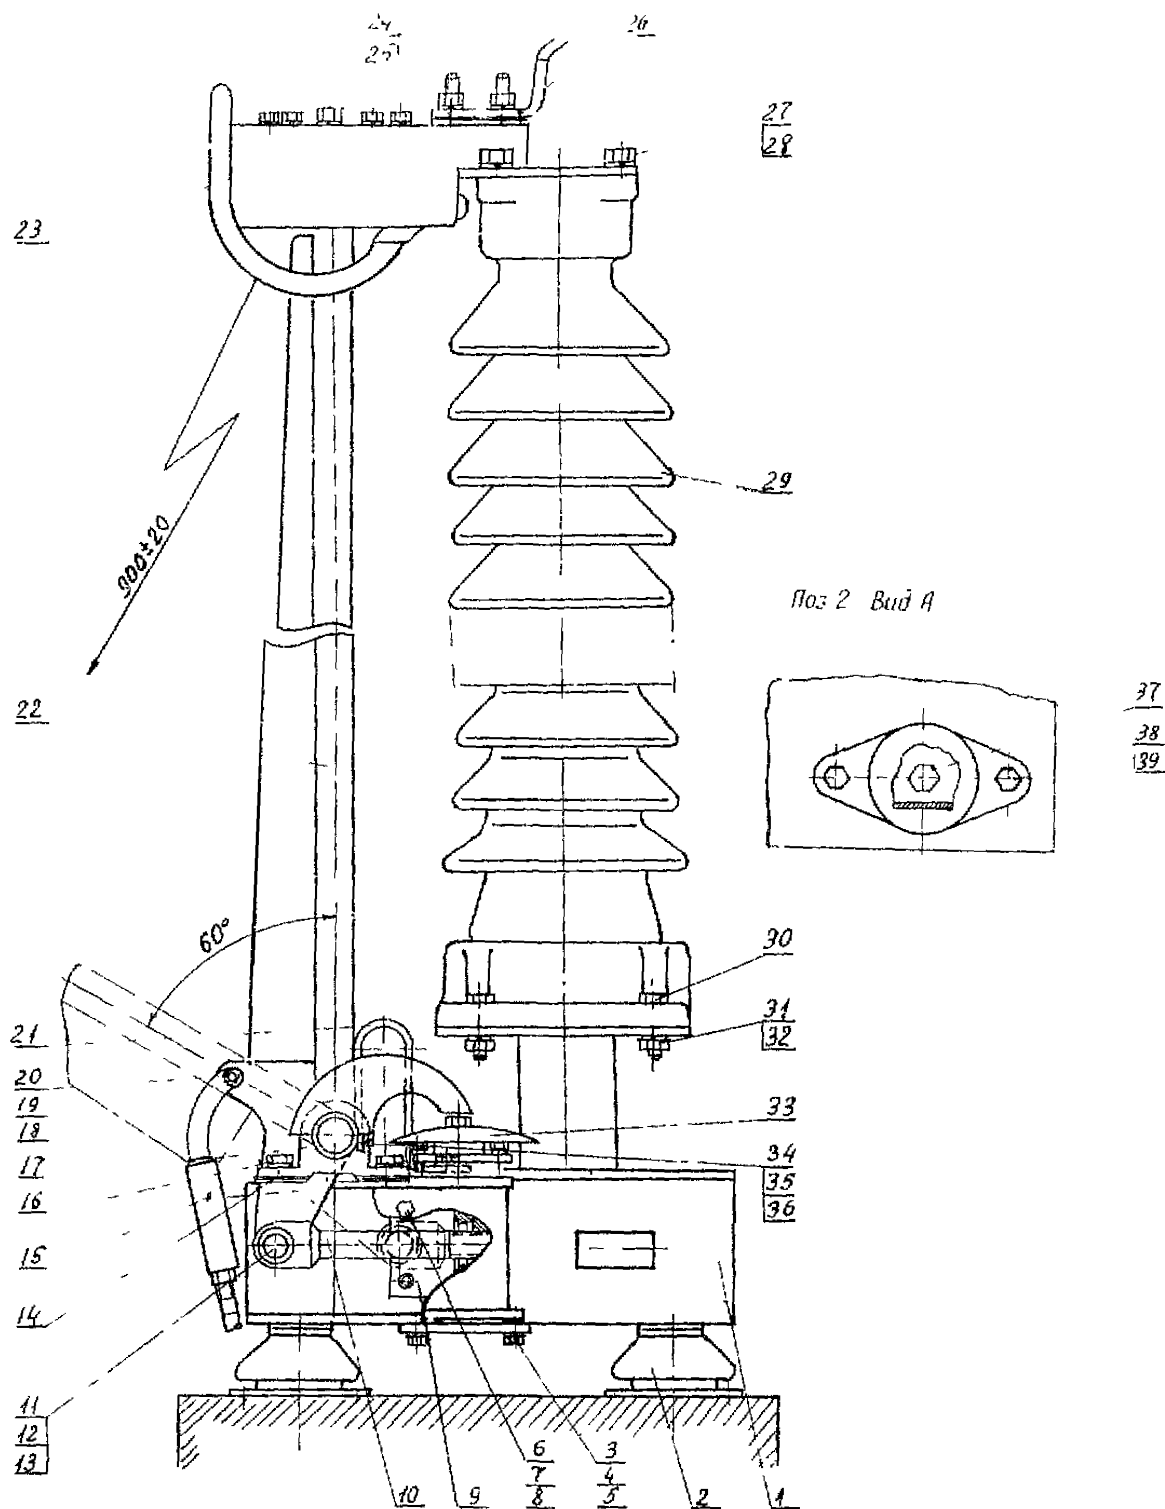

Рис. 11. Короткозамыкатель КЗ-110М:
06.1. Вывинтить вилку 10 (см. рис. 11) из пружинодержателя 9.